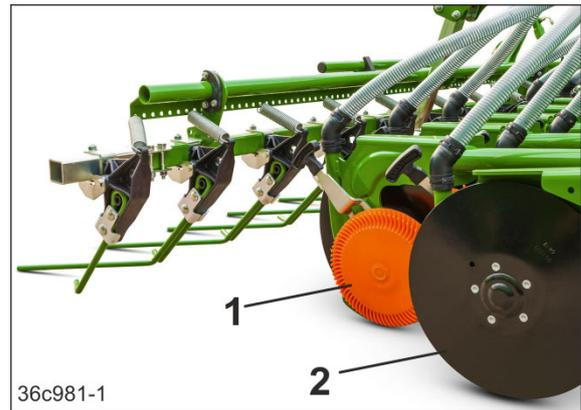

Fig. 67
Durch die Abstützung des Schar auf der Tiefenführungsscheibe/rolle (Fig. 67/1) und dem hohen Schardruck läuft das Schar besonders ruhig und hält die Saatablagentiefe exakt ein.
- zur Reinigung der Rückseite der Stahlscheibe (Fig. 67/2).